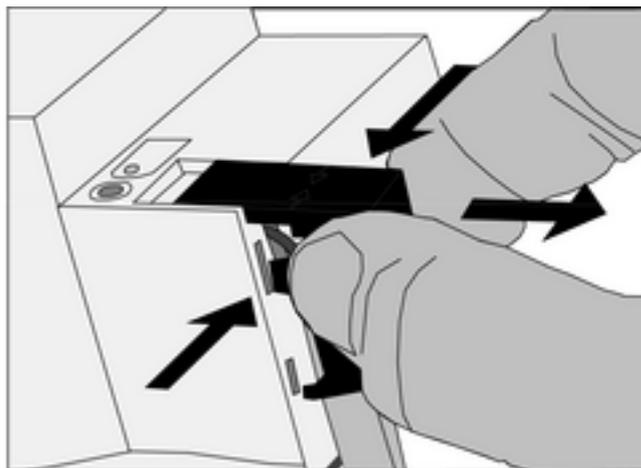

Figura 5: Rimozione della calotta di copertura
- Premere la calotta di copertura sul lato e rimuoverla (figura 5).